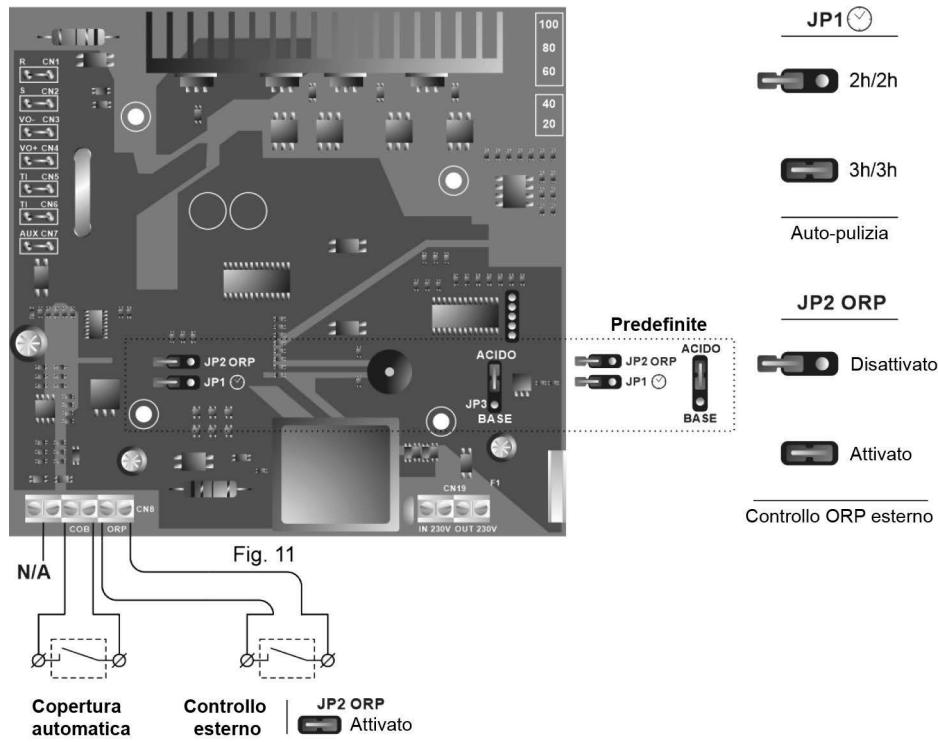

Fig. 11
- Sistema di AUTOPULIZIA DEGLI ELETTRONI: La frequenza d'inversione può essere selezionata mediante il jumper "JP1" situato nella scheda di controllo del sistema (Fig. 11). Questa configurazione diventerà effettiva quando il sistema si stacchi e torni a collegare.